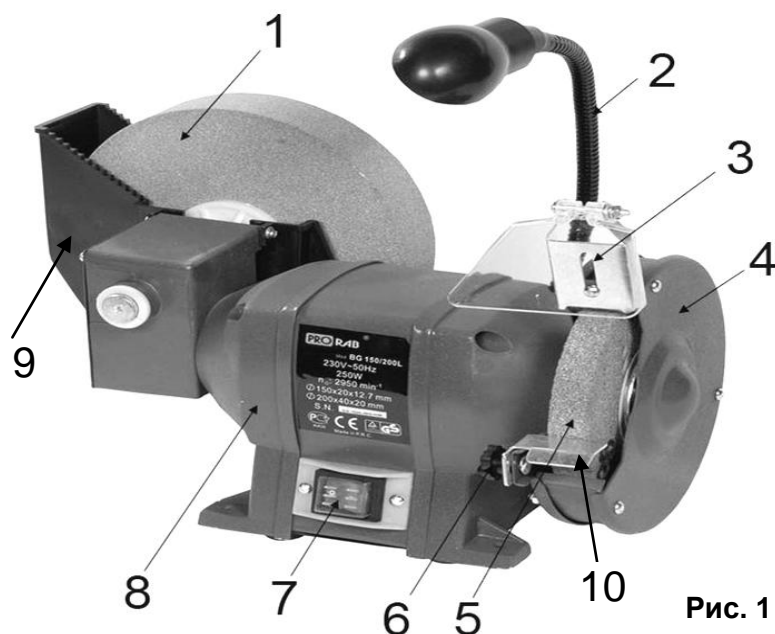

Рис. 1
- Установите защитный экран (3)(См. Рис.1) и упоры, используя винты, идущие в комплекте.
- Прикрепите защитное стекло (3)(См. Рис.1) к держателю при помощи винта.
- Упор (10)(См. Рис.1) может регулироваться в соответствии с необходимым углом шлифования.
- Ослабьте фиксатор упора (6)(См. рис.1).
- Затяните фиксатор (6)(См. рис.1).
- Чтобы включить станок, переведите клавишу выключателя (7)(См. Рис.1) в позицию «ВКЛ» (ON / I).
- Чтобы выключить станок, переведите клавишу выключателя (7)(См. Рис.1) в позицию «ВЫКЛ» (OFF / 0).
- При включении станка включается локальная подсветка (2) рабочей зоны (только модель BG 150/200 L).
- Работать разрешается только с опущенным защитным прозрачным экраном (1)(См. Рис.1) и в защитных очках.
- Подводите к шлифовальному кругу (8)(См. Рис.1) затачиваемый инструмент (деталь) плавно и осторожно, избегая ударов о круг.
- Мокрая заточка производится шлифовальным кругом (1) при заполнении лотка (9) (См. Рис.1) водой. Вода смачивает шлифовальный круг, тем самым предотвращается перегревание заготовки и «засаливание» шлифовального круга.